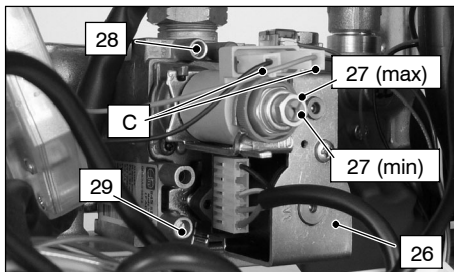

fig. 7.3
Dopo ogni misurazione delle pressioni gas, **richiudere bene** le prese di pressione utilizzate (29 e 28 in fig. 7.3). Dopo ogni operazione di regolazione gas **gli organi di regolazione della valvola devono essere sigillati**.
- 2 A caldaia spenta (fuori servizio), controllare la pressione di alimentazione utilizzando la presa 29 in fig. 7.3 e confrontare il valore letto con quelli riportati nelle tabelle **Pressioni di alimentazione gas** 11, 13
- 4 Aprire la presa di pressione 28 in fig. 7.3 e collegare un manometro.
Per tarare la pressione al bruciatore agire sul dado esagonale grande in ottone dell'operatore modulante 27 *max* in fig. 7.3 (ruotando in senso orario la pressione aumenta).
- Sconnettere il filo di alimentazione "C" dell'operatore modulante 27. Fare attenzione che non vada a toccare le parti metalliche della caldaia fig. 7.3
Per tarare la pressione al bruciatore agire sulla vite in plastica (27 *min* in fig. 7.3) tenendo fermo il dado esagonale in ottone grande (27 *max* in fig. 7.3) dell'operatore modulante (ruotando in senso orario la pressione aumenta).
- Collegare il filo di alimentazione "C" dell'operatore modulante fig. 7.3
- Chiedere la presa di pressione 28** in fig. 7.3